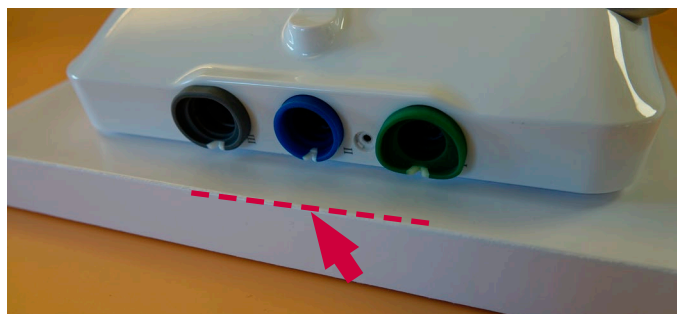

Figura 30 Posizionare l'alloggiamento posteriore partendo dal lato con gli anelli colorati
c) Posizionare l'alloggiamento posteriore sull'unità display iniziando dal lato con gli anelli colorati (Figura 30)